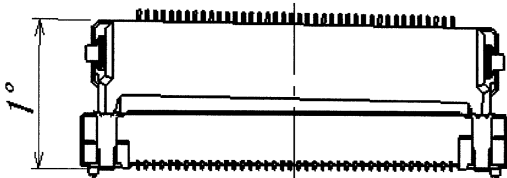

図4/ Fig.4
- ・嵌合時の許容角度は図4～図6になりますので、記載角度以下で使用して下さい。
Please mate it below the angle of the figure 4, 5, 6.